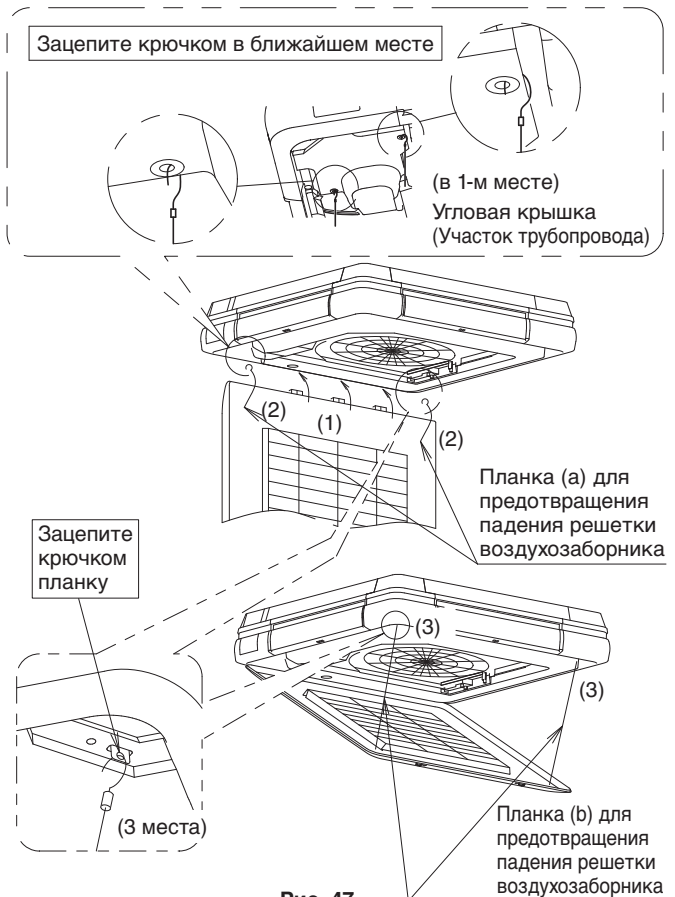

Рис. 47
- После присоединения решетки воздухозаборника в обратном направлении, упомянутом в пункте "4. ПОДГОТОВИТЕЛЬНЫЕ МЕРОПРИЯТИЯ ПЕРЕД МОНТАЖОМ - (3)" (См. Рис. 47-(1)), зацепите крючком планку (а), чтобы решетка воздухозаборника не упала. (См. Рис. 47-(2))
- Зацепите крючком планку (b), чтобы решетка воздухозаборника не упала. (См. Рис. 47-(3))